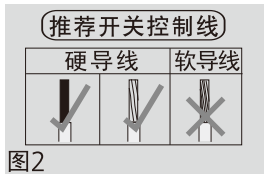

图2
- ❗ 开关控制线请选用60227 IEC 01 (BV)型硬导线(右图2) (另必须使用1 mm以上的绝缘护套将线套住), 导线的截面积为 $3 \times 1.5 \text{ mm}^2$, 否则可能会导致起火。